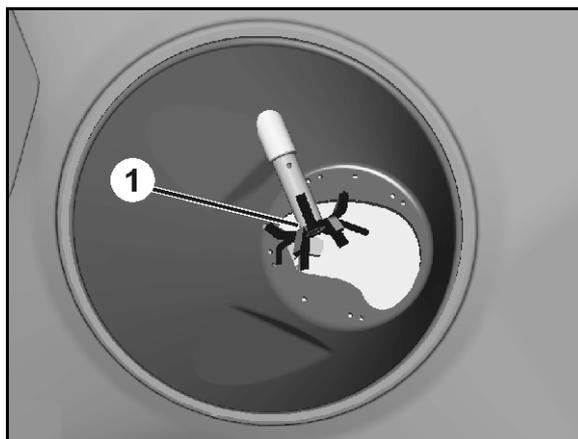

Fig. 15
- **electrónicamente** con terminal de mando. Los servomotores accionan las correderas de dosificación (Fig. 15/1) y éstas a su vez dejan libres diferentes anchuras de abertura en las aberturas de paso (Fig. 15/2).
- **de forma manual** a través de la palanca de maniobra (Fig. 15/3) ajustando las diferentes anchuras de abertura en las aberturas de paso (Fig. 15/3). La posición de la corredera requerida en cada caso se obtiene según las indicaciones de la regla de cálculo.
Para abrir y cerrar el orificio de paso se acciona hidráulicamente el disco de dosificación (Fig. 15/4).